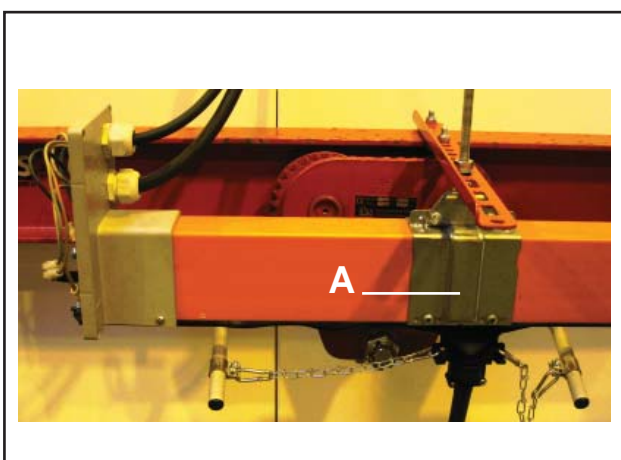

Fig. 11
Installez le pince de suspension fixe (A) près de l'articulation d'extrémité. Voir Fig. 11